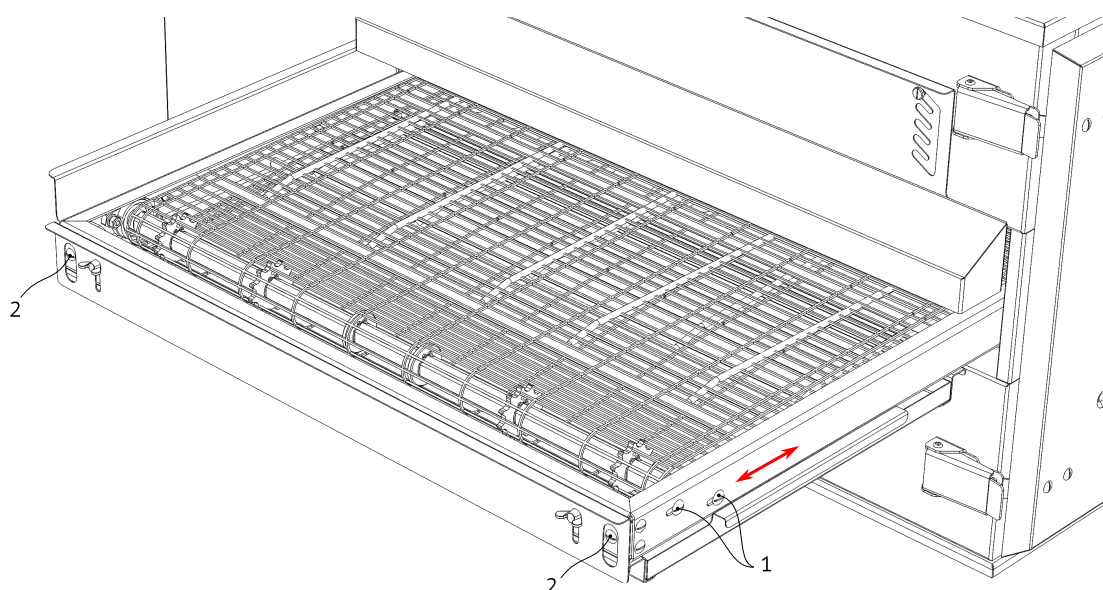

Рисунок 15
1. Ослабьте винты 1 крепления блока подшипника холостого вала (с каждой стороны вала), см. Рис. 15.